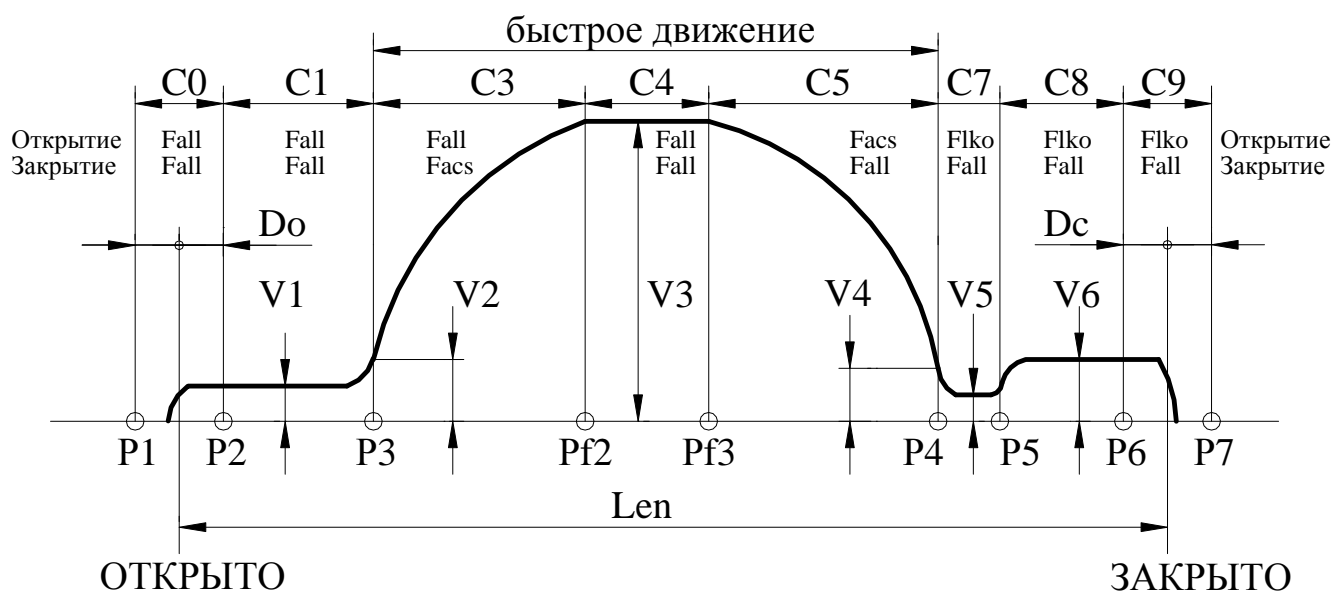

Рис.5. Траектория движения.
- 3.8.7.4. *Устройство* обрабатывает траекторию движения, показанную на **рис.5**, справа налево.
- 3.8.7.7. Если *Устройство* определило наличие упора в зоне С0 (см. **рис.5**), включается ВКО и производится синхронизация на 0. После этого *Устройство* переходит в режим одностороннего удержания.
- 3.8.7.8. Если *Устройство* определило наличие упора на расстоянии от С_VКО до С0 (см. **рис.5**), то включается ВКО, но синхронизации на 0 не производится. После этого *Устройство* также переходит в режим одностороннего удержания.
- 3.8.8.4. *Устройство* обрабатывает траекторию движения, показанную на **рис.5**, слева направо.
- 3.8.8.8. При **полном закрытии**, когда *Устройство* определило наличие упора в зоне С9 (см. **рис.5**), включается ВКЗ. После этого *Устройство* переходит в режим одностороннего удержания.
- **E0L** – переезд зоны полного открытия (C0, рис.5) или полного закрытия (C9, рис.5). Синхронизация в этом случае выключается. Ошибка сбрасывается при смене кода направления вращения, но затем необходимо провести синхронизацию заново. При повторном неоднократном возникновении данной ошибки нужно провести измерение проема, если затем эта ошибка все равно будет возникать, необходимо проверить механику привода.
- $C_{err}=tP.61$ – участок движения (**рис.5**), на котором произошла ошибка при наличии синхронизации, $C_{err}=11$ при отсутствии синхронизации.
3.9.1. Рис.5, на котором показана траектория движения, отслеживаемая Устройством, поясняет назначение многих параметров, рассмотренных ниже. На рис.5 отображено также распределение сил на участках траектории отдельно при открытии и при закрытии (при переходе в режим удержания устанавливается соответствующая сила удержания).
- Если Var_sl=1, то точка препятствия запоминается и происходит замедление скорости движения при подходе к точке препятствия до Vbar. При отсутствии препятствия в том же месте, дальнейшее движение происходит по кривой, указанной на **рис.5**.
3.9.7.14. **Номер D** – C_vko (мм) – дополнительное смещение точки **P2(рис.5)** для расширения диапазона удержания сигнала ВКО.
3.9.7.15. **Номер E** – C_vkz (мм) – дополнительное смещение точки **P6(рис.5)** для расширения диапазона удержания сигнала ВКЗ.